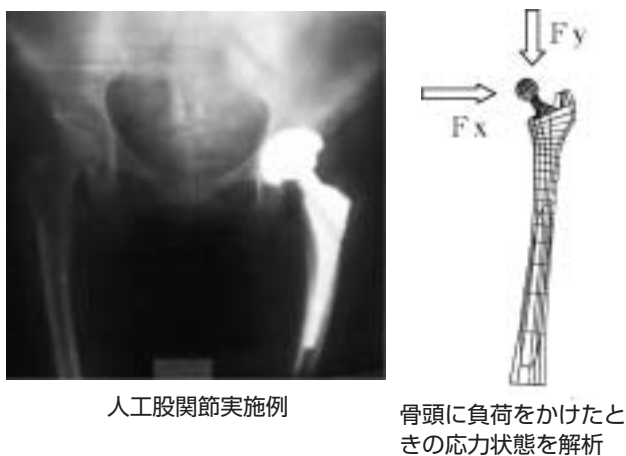

図4 人工股関節置換術
(2) 図4は人工股関節置換術における適用例です。変形性股関節症、外傷等の要因で股関節の機能回復が困難となった場合の治療法の一つとして人工股関節置換が行われます。骨盤臼蓋部にチタン合金と高密度ポリエチレンとからなるカップを装着、損傷した大腿骨頭部の代わりにチタン合金またはセラミックスの人工骨頭ステムと置換するものです。10数年以上使用可能ですが、ステムと大腿骨間の緩み、ポリエチレンの摩滅などが原因で残念ながら比較的早期の再置換術を余儀なくされています。これらの問題を解決しようとしてCAEを利用してステム挿入部のメカニカルストレスを解析し、骨芽細胞と破骨細胞